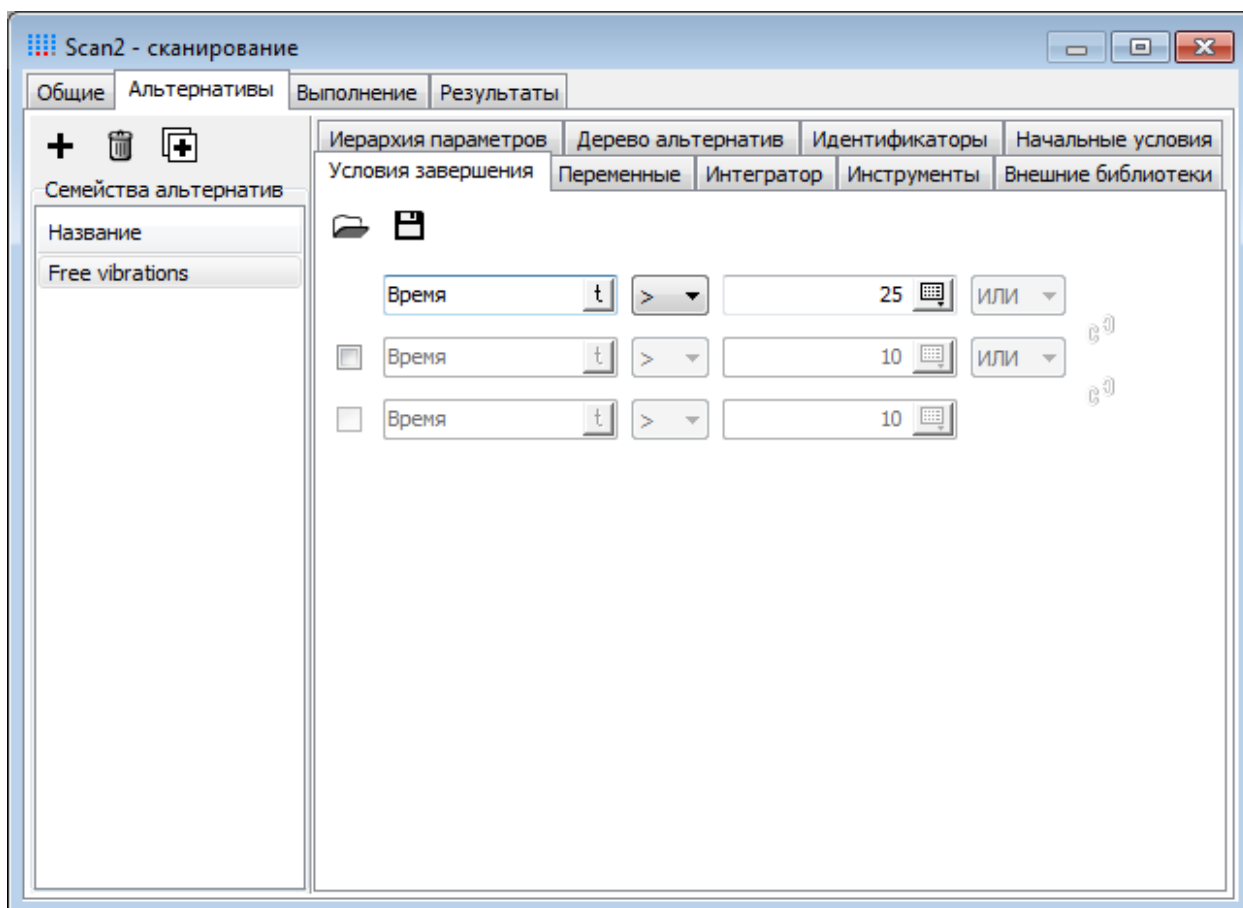

Рис. 2.8. Настройка условий завершения
1. Перейдите на вкладку **Условия завершения**. Увеличьте время моделирования каждого эксперимента до **25** секунд, см. рис. 2.8.